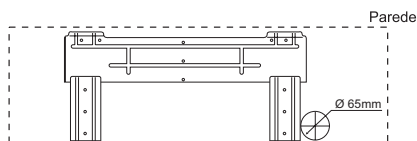

fig. 3
2. Escolha o local do furo das tubulações e da drenagem e faça o furo com diâmetro interno de 65 mm (fig. 2 e 3) certificando-se de que o furo fique inclinado para trás aproximadamente 10° para facilitar a drenagem da água condensada (fig. 3).